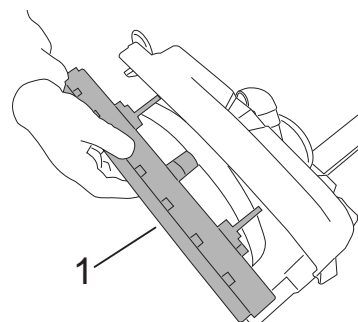

Fig.40
- Trekk sugenalen bort fra maskinen (fig. 40 - ref. 1).